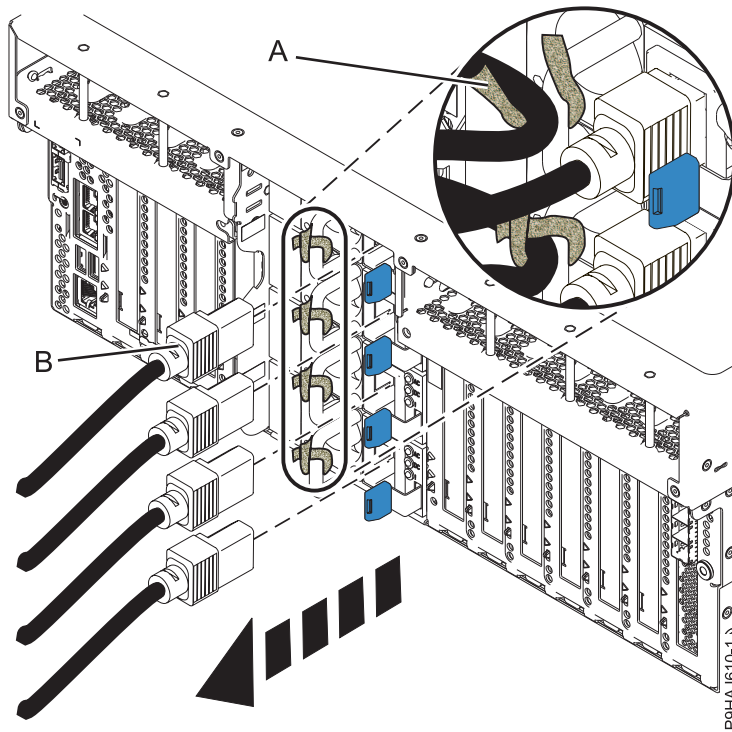

Abbildung 42. Netzkabel von einem Einschubserver abziehen
3. Kennzeichnen Sie die Netzkabel und ziehen Sie sie von der Systemeinheit ab. Siehe Abb. 42 auf Seite 59 oder Abb. 43 auf Seite 60.